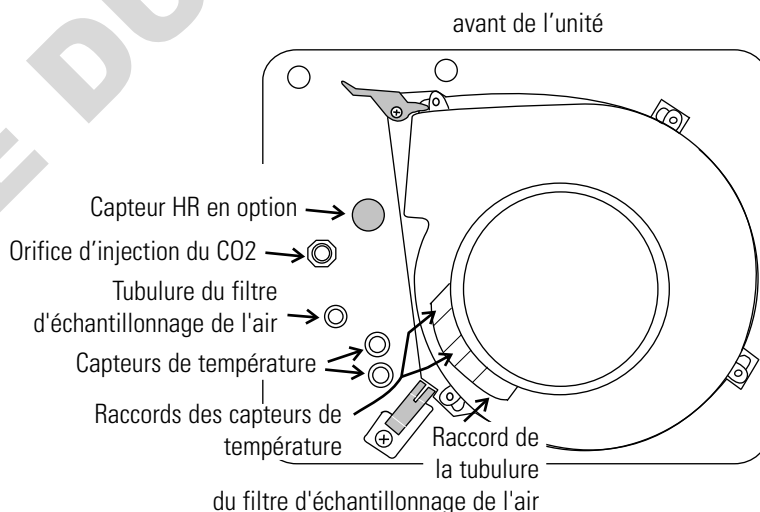

Figure 6-4. Plafond de la cuve, vue de dessous
16. Tirez précautionneusement vers le bas les capteurs de température et la tubulure du filtre d'échantillonnage de l'air jusqu'à ce qu'ils puissent être introduits d'environ 2,5 cm dans les trous appropriés à l'arrière de la spirale du ventilateur. Le cas échéant, placez le capteur de HR en option dans le clip sur le conduit supérieur. Voir la Figure 6-4.